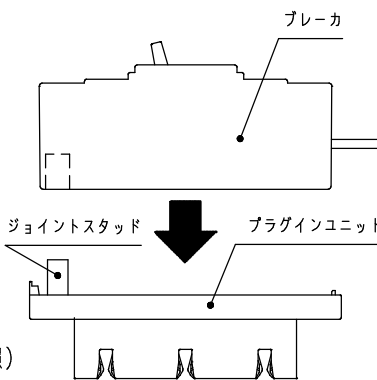

図9
- ⑤ プラグインユニットのジョイントスタッドにプレーカ(六角ナットを取出した部分)を差込むように取付ける。(図9)